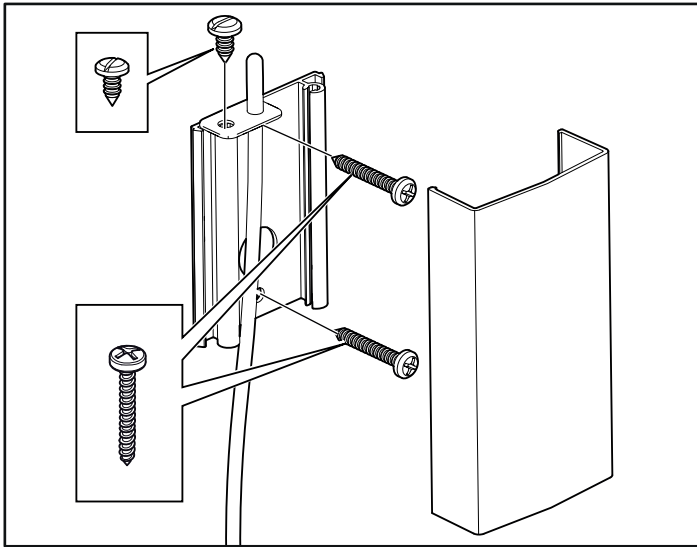
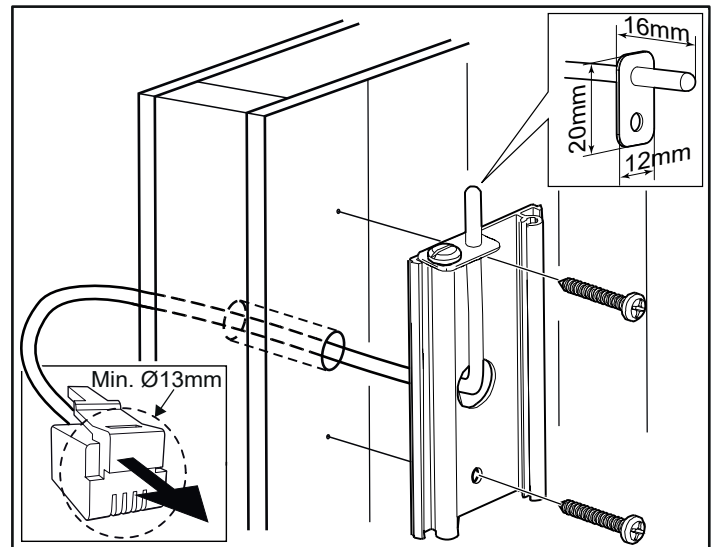

Abb. 15: Montage des Sensors
Abb. 16: Kabelführung durch die Wand.
- Befestigen Sie den Sensor an der Wand, siehe Abb. 15. Die Thermistorleitung kann auch durch die Wand verlegt werden. Dichten Sie ggf. gebohrte Löcher in der Wand hinter dem Sensor ab, siehe Abb. 16. Die Thermistorleitung kann außerhalb der Sauna mit einer abgeschirmten zweiadrigen Schwachstromleitung verlängert werden.